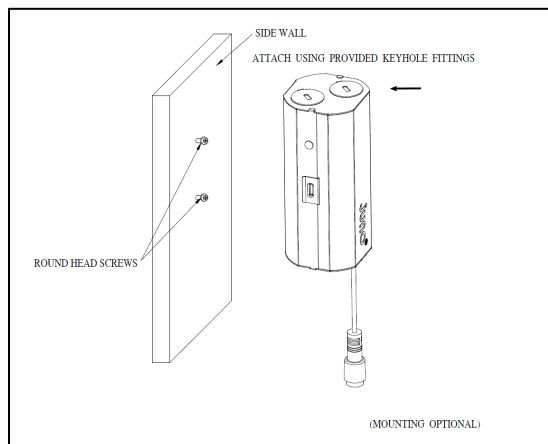

Figura 13
- Coloque la caja del controlador remoto a través del orificio recortado (Figura 13). DEBE seguir el código eléctrico local para la fijación y colocación rígida de la caja del controlador remoto. Para kits de montaje opcionales, las hojas de instrucciones para la placa de construcción nueva y el kit de barra de viga se pueden encontrar en [www.acuitybrands.com](http://www.acuitybrands.com)